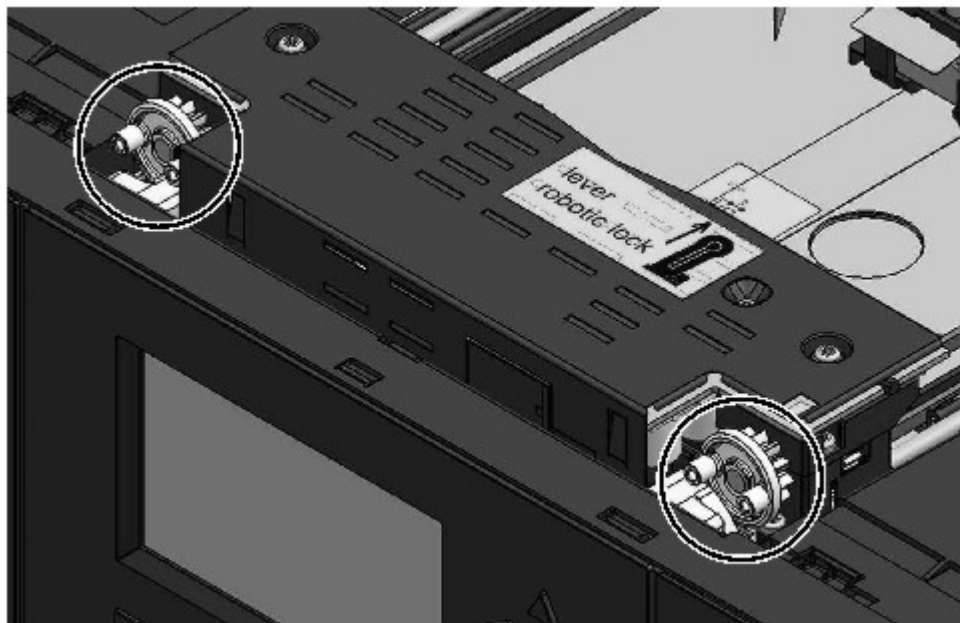

図 75. 水平に位置合わせされたピン
1. アクセサの隅にはそれぞれ、2 つの突き出しピンを備えたギアが付いています。アクセサ上のギアの 1 つを回転させて、2 つのピンを水平に位置合わせします。 155 ページの図 75 を参照